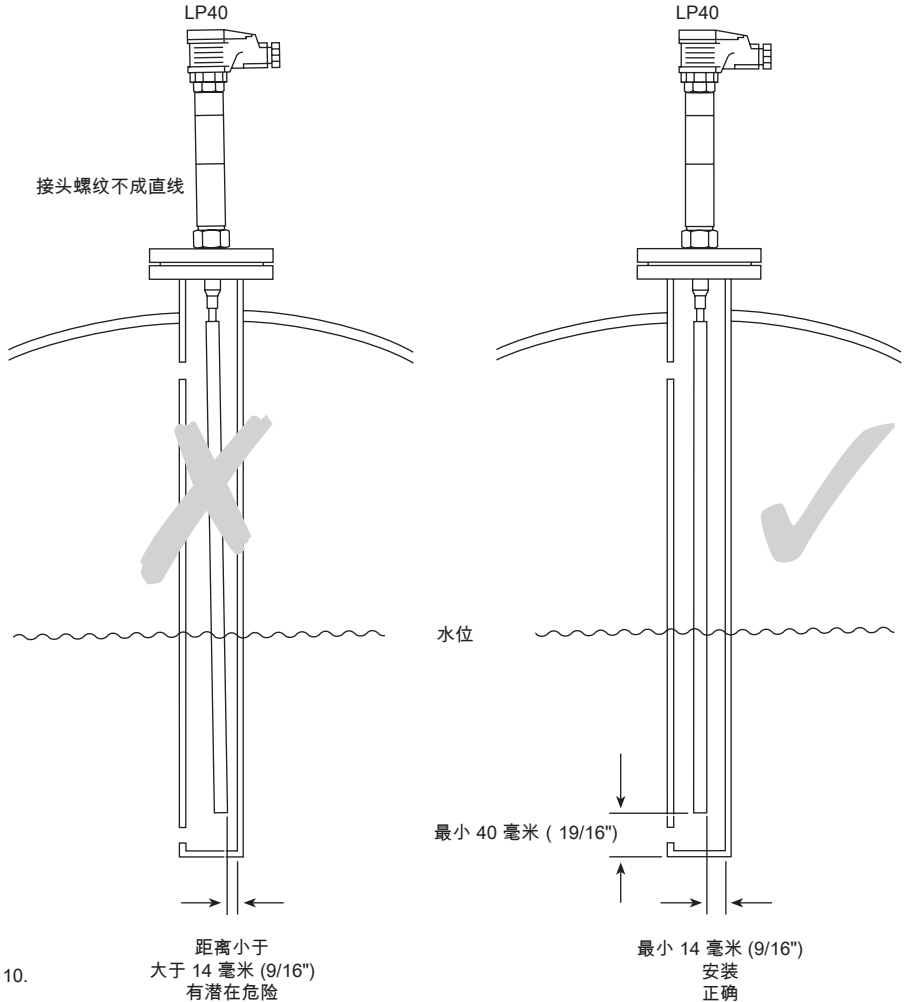

图 10.
正确进行测试时，将确保探针针尖的最终位置至少为 14 毫米 (9/16 英寸)。9/16" 英寸)。见图 10。
- 保护管的孔径不够大和/或深度不够 (保护管至少应为 40 毫米 (1.9/16 英寸))。9/16" 英寸, 见图 10)。